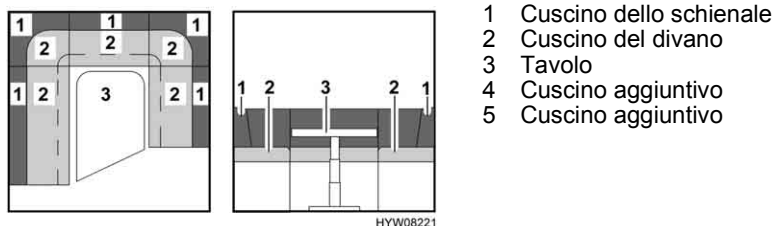

Fig. 63 Prima della trasformazione
- Rimuovere i cuscini dello schienale (Fig. 63,1) e collocarli sotto il tavolo.